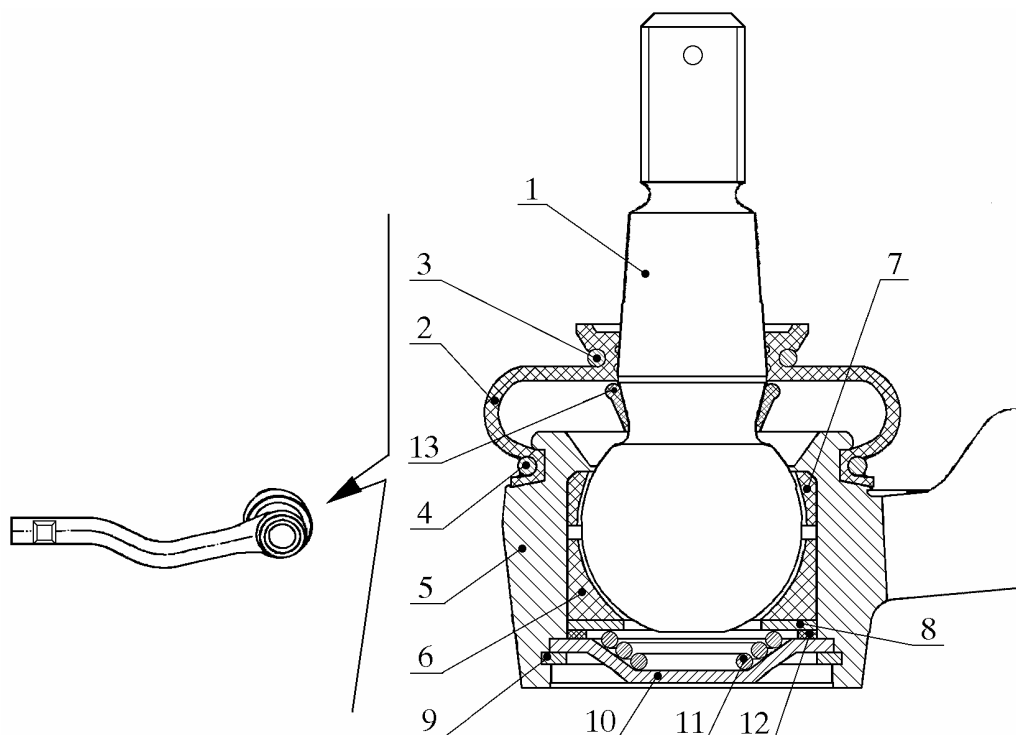

Рис. 2. Разборка шарнира наконечника:
5.5.1. Снять чехол 2 защитный (рис. 2) в сборе с пружинным кольцом 3 с шарового пальца 1, предварительно вынув обойму 4 из выточки наконечника 5 (отвертка типа ГОСТ 17199-88).